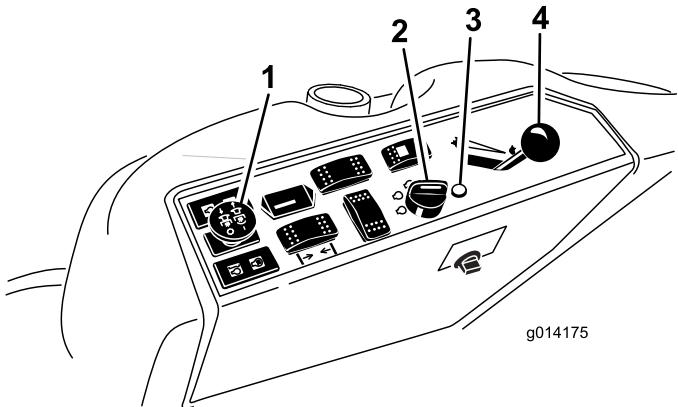

Рисунок 11
4. Переведите выключатель механизма отбора мощности в положение ВЫКЛ. (Рисунок 11).
5. Сдвиньте рычаг дроссельной заслонки в среднее положение между Slow ("Медленно") и Fast ("Быстро") (Рисунок 11).